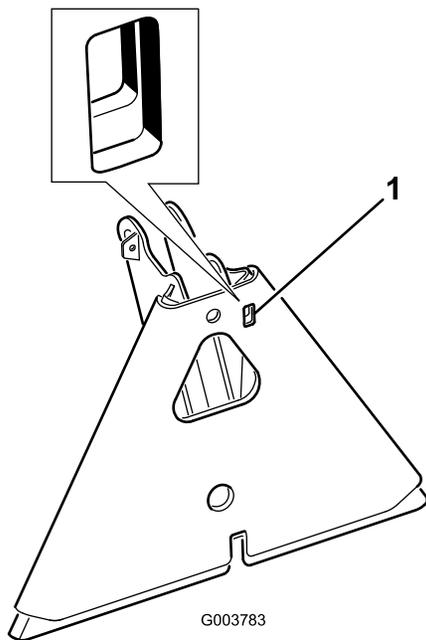

Figura 19
**Nota:** Se l'adattatore dell'attrezzo dovesse bloccarsi sull'adattatore del trattore, inserire una barra o un cacciavite nell'apposita fessura per sbloccare le parti (Figura 19).